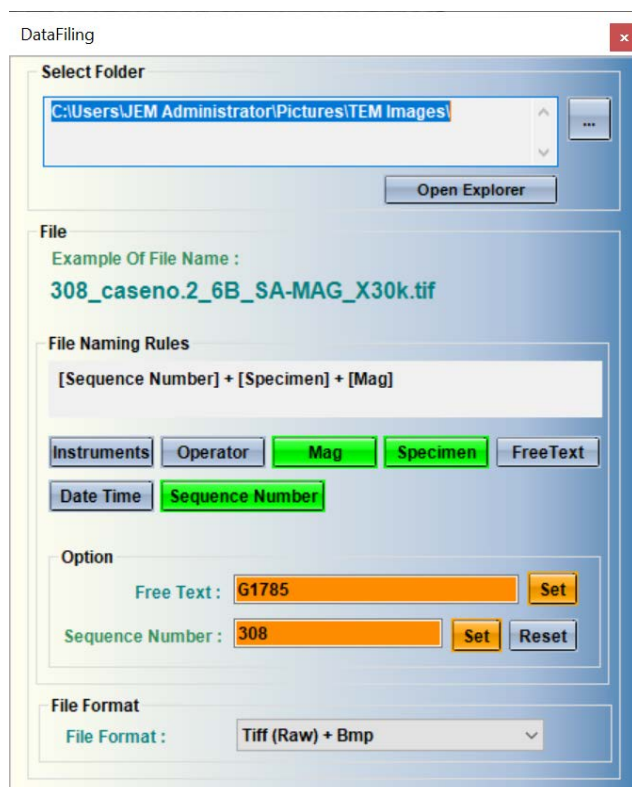

図 14 ファイル保存方法の設定
2. DataFiling ウィンドウ（図 14）が開くので、File Naming Rules 欄の任意のボタンを組み合わせ、ファイル名を組み立てる。